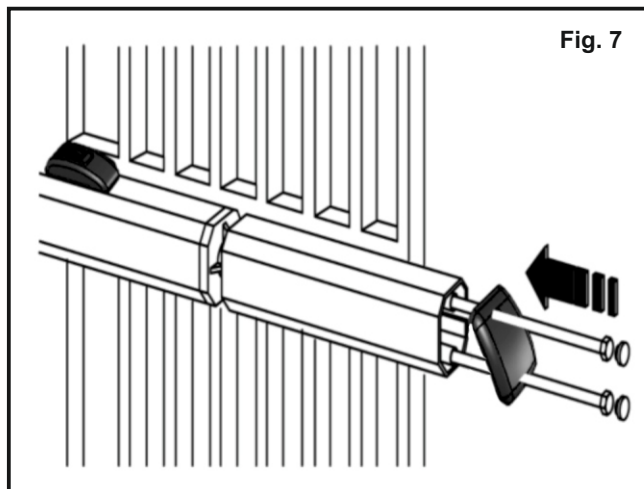

Fig. 7
N) Applicare il copri stelo sull'attuatore (fig. 7)